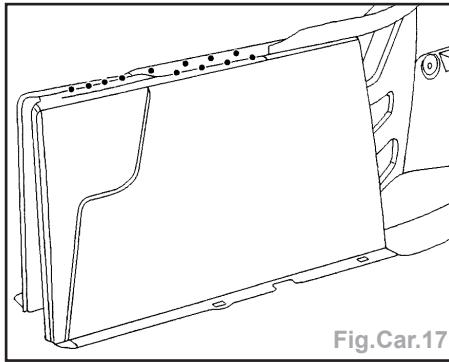

Fig.Car.17
- Positionner la tôle de liaison sur le brancard (Fig.Car.17).